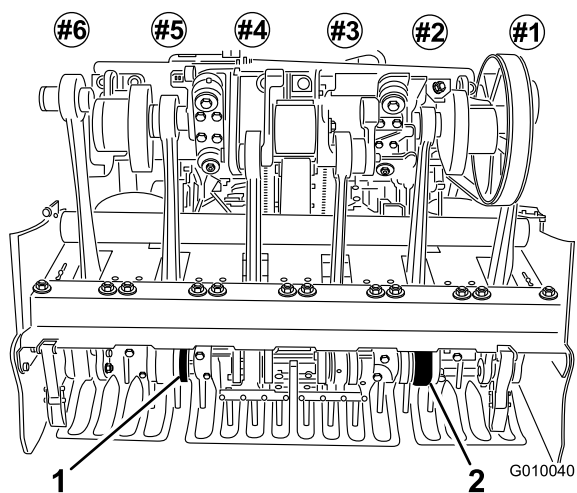

Figura 26
5. Montate le fustelle nei portafustelle n. 2 e 5 (Figura 26), e serrate i bulloni.